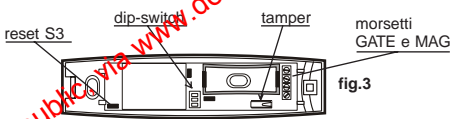

fig.3
- 2 Inserire la batteria e fare un reset del trasmettitore cortocircuitando per un istante il jumper S3 (vedi fig.3) con la punta di un cacciavite.
La programmazione del trasmettitore permet de programmer le comptage impulsions (nombre minimum d'impulsions, en 30 sec., nécessaires pour activer un événement d'alarme) si on utilise un détecteur à fil pour stores. La programmation est effectuée par les dip-switch 1, 2 et 3 (voir fig. 3).